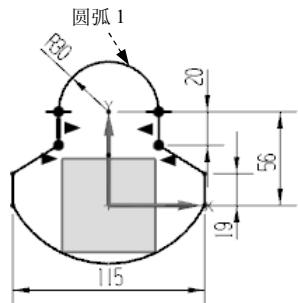
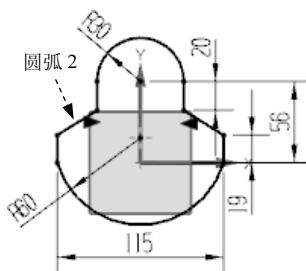

图 5.11.9 半径标注
图 5.11.10 其余半径标注
(3) 标注半径尺寸。选择下拉菜单 **插入(S)** → **尺寸(M)** → **半径(R)...** 命令，标注圆弧 1 (图 5.11.9)，半径尺寸为 30；参照上述步骤可标注圆弧 2 (图 5.11.10)，半径尺寸值分别为 60；此时系统提示**草图已完全约束**。